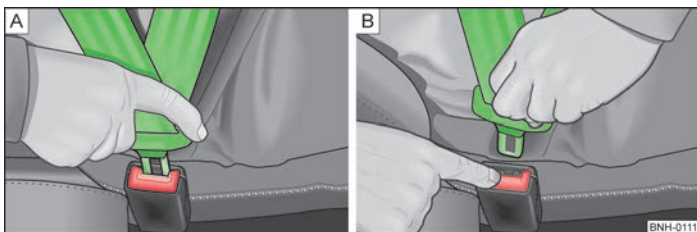

Fig. 81 Fixarea sau desfacerea centurii de siguranță
- Introduceți clema de fixare în catarama aferentă a centurii de siguranță » fig. 81 - până când se fixează cu un declic.
- Apăsăți tasta de culoare roșie de pe catarama centurii » fig. 81 - , lamela de fixare sare afară.